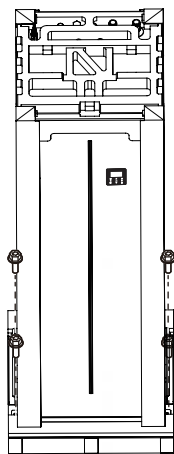

Fig.2-3
- Retire los 4 tornillos de la base de madera (consulte la Fig.2-3).